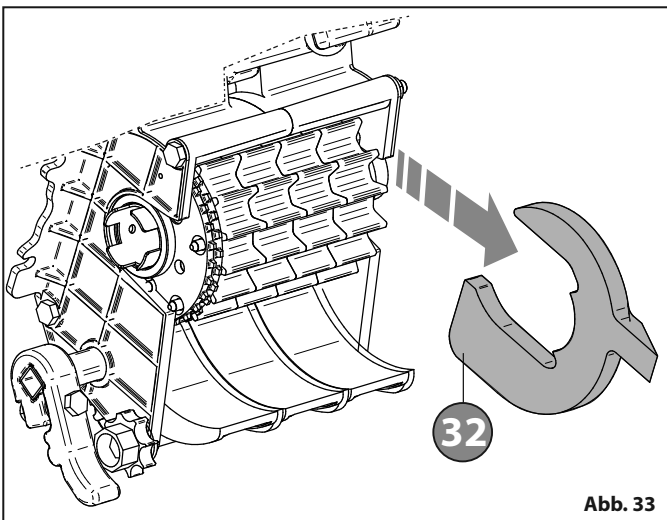

Abb. 33
- Den Rollentrenner **32** "Abb. 33" herausziehen.